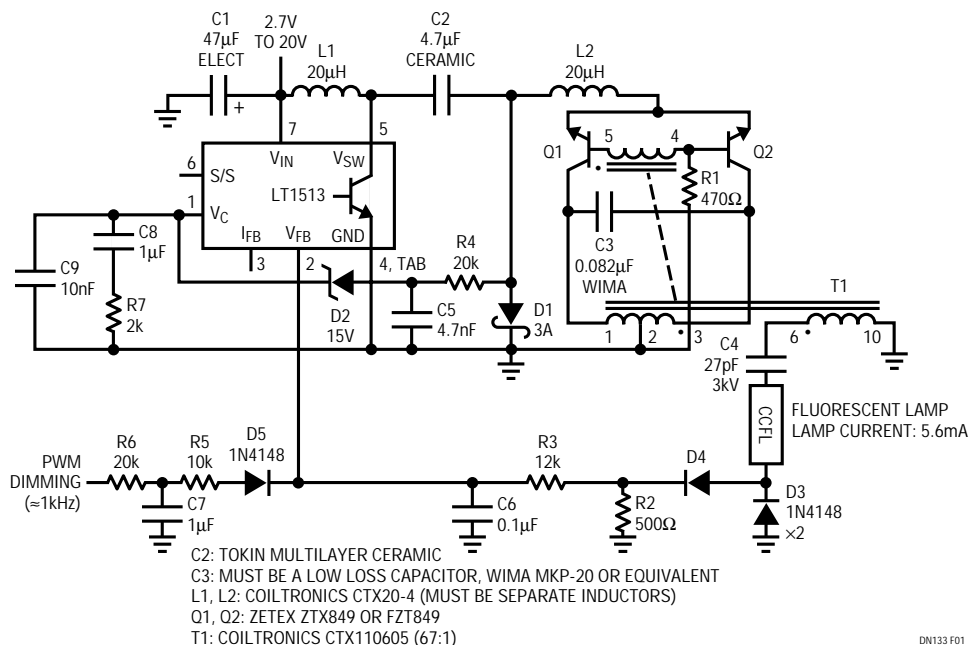
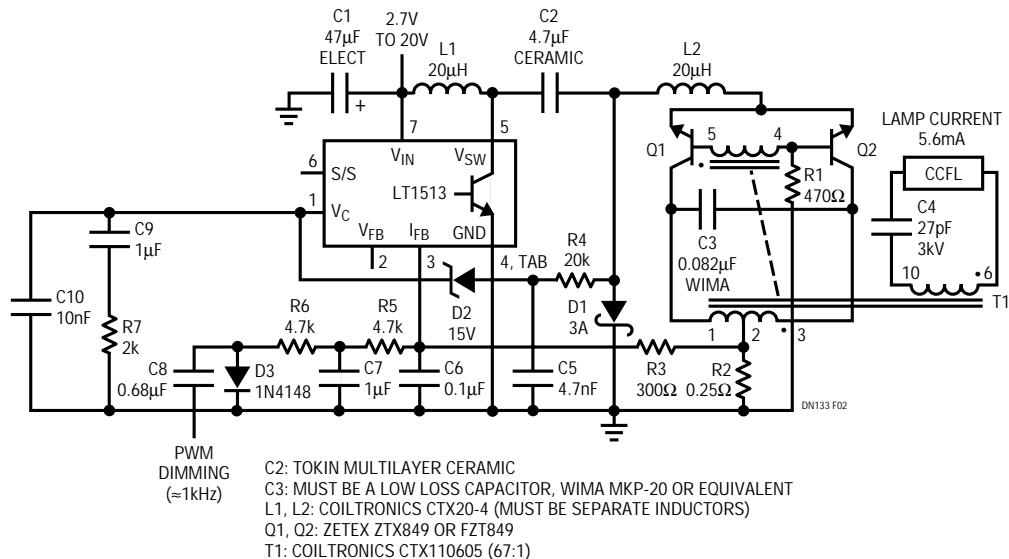

図1 . 2.7Vで動作する接地ランプ構成のCCFL電源
図2 . 2.7Vで動作するフローティング・ランプ構成のCCFL電源
図1および図2に、LT[®]1513スイッチング・レギュレータで駆動するRoyer級、自己発振正弦波コンバータで構成されるCCFL電源を示します。これらの回路は特に低電圧動作に適しており、最小2.7Vから最大20Vまでの入力電圧に対する動作が保証されています。高電圧出力安定化Royerコンバータは90%の効率が可能ですが、低電圧動作には不向きであり、5V以下の入力電圧での動作が困難です。ここに示す回路は、70%を超える効率を実現しながら、この限
ここでは、2つのCCFLドライバを示します。最初のドライバ (図1) はランプの一端を駆動し、他端は実質的に接地されます。ランプの電流はランプのローサイドで直接センスされ、D4で半波整流されて、R2両端に帰還電圧を生成するのに使用されます。この帰還電圧は、R3とC6によりフィルタされて、 V_{FB} ピン (2) をドライブし、帰還ループが完結します。ランプのRMS電流は厳密に安定化され $2.82V/R2$ に等しくなります。
大容量をもつ一部のディスプレイでは、フローティング・ランプ・ドライブにより全体的な効率を向上させることができます。図2に示すフローティング・ランプ回路の動作は、トランスの2次側と使用されている帰還方式を除いて、接地ランプの動作に似ています。この回路では、Royer入力電流をセンスし安定化することにより、ランプ電流が制御されます。この電流はR2でセンスされ、R3とC6でフィルタされてからLT1513の I_{FB} ピン(3)に送られて、帰還ループが完結します。 I_{FB} ピンでの所要センス電圧は-100mVです。実際のランプ電流ではなくRoyer入力電流が安定化されるので、図2のレギュレーションは図1の場合ほど厳密ではありません。
両方の回路とも、ランプ電流を低く調整してランプを調光することができます。5Vパルス幅変調(PWM)された1kHz信号または可変DC電圧により、全範囲の調光が可能です。図1では100%デューティ・サイクルはランプの最小輝度となり、図2では100%デューティ・サイクルはランプの最大輝度になります。